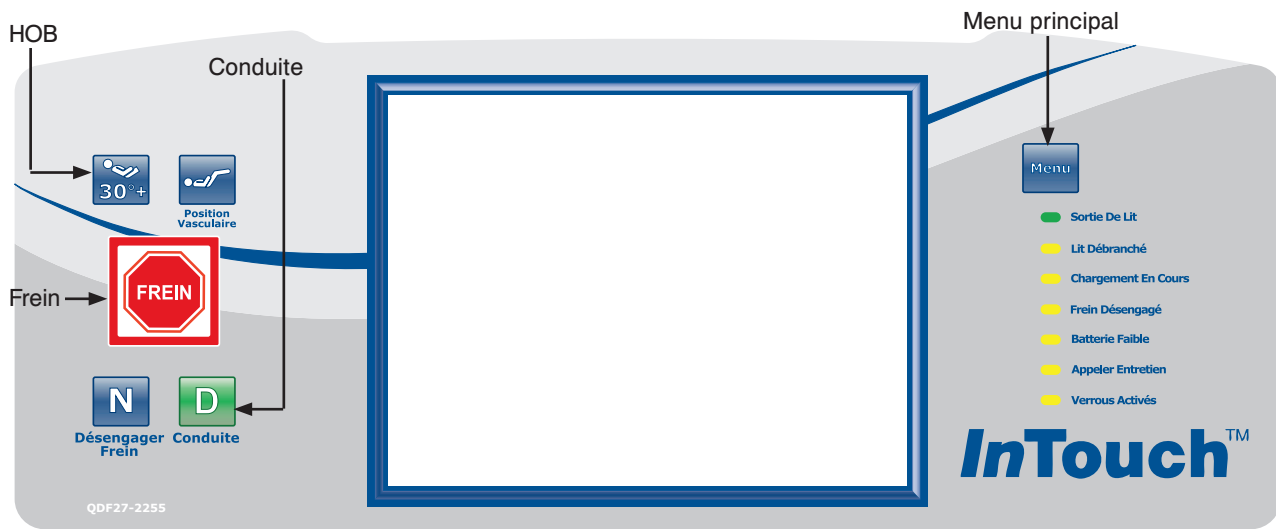

Figure 1 : Panneau de contrôle de pied
2. Poussez et gardez enfoncé le bouton «Menu principal» situé dans le coin droit supérieur du panneau de contrôle de pied (voir Figure 1 ci-dessous). Gardez le bouton «Menu principal» enfoncé pendant l'exécution des étapes 3 à 5.